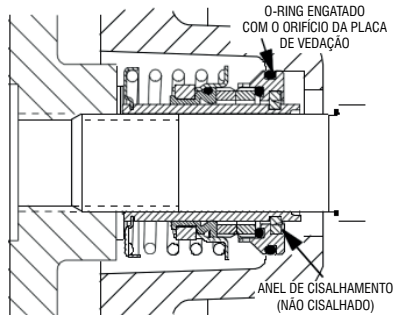

Figura 5. Selo parcialmente instalado
Limpe e inspeccione o rotor conforme descrito em Instalação e ajuste do rotor. Instale o conjunto completo de calços do rotor (40) fornecidos com o selo e aparafuse o rotor no eixo até que ele se assente contra o selo (consulte a **Figura 5**).